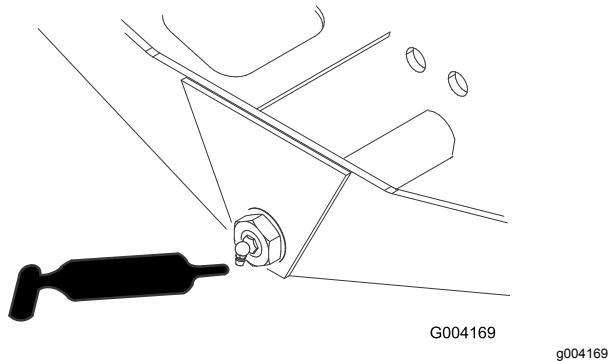

Figura 41
- Articulação do direção do eixo (1 cada) (Figura 41)